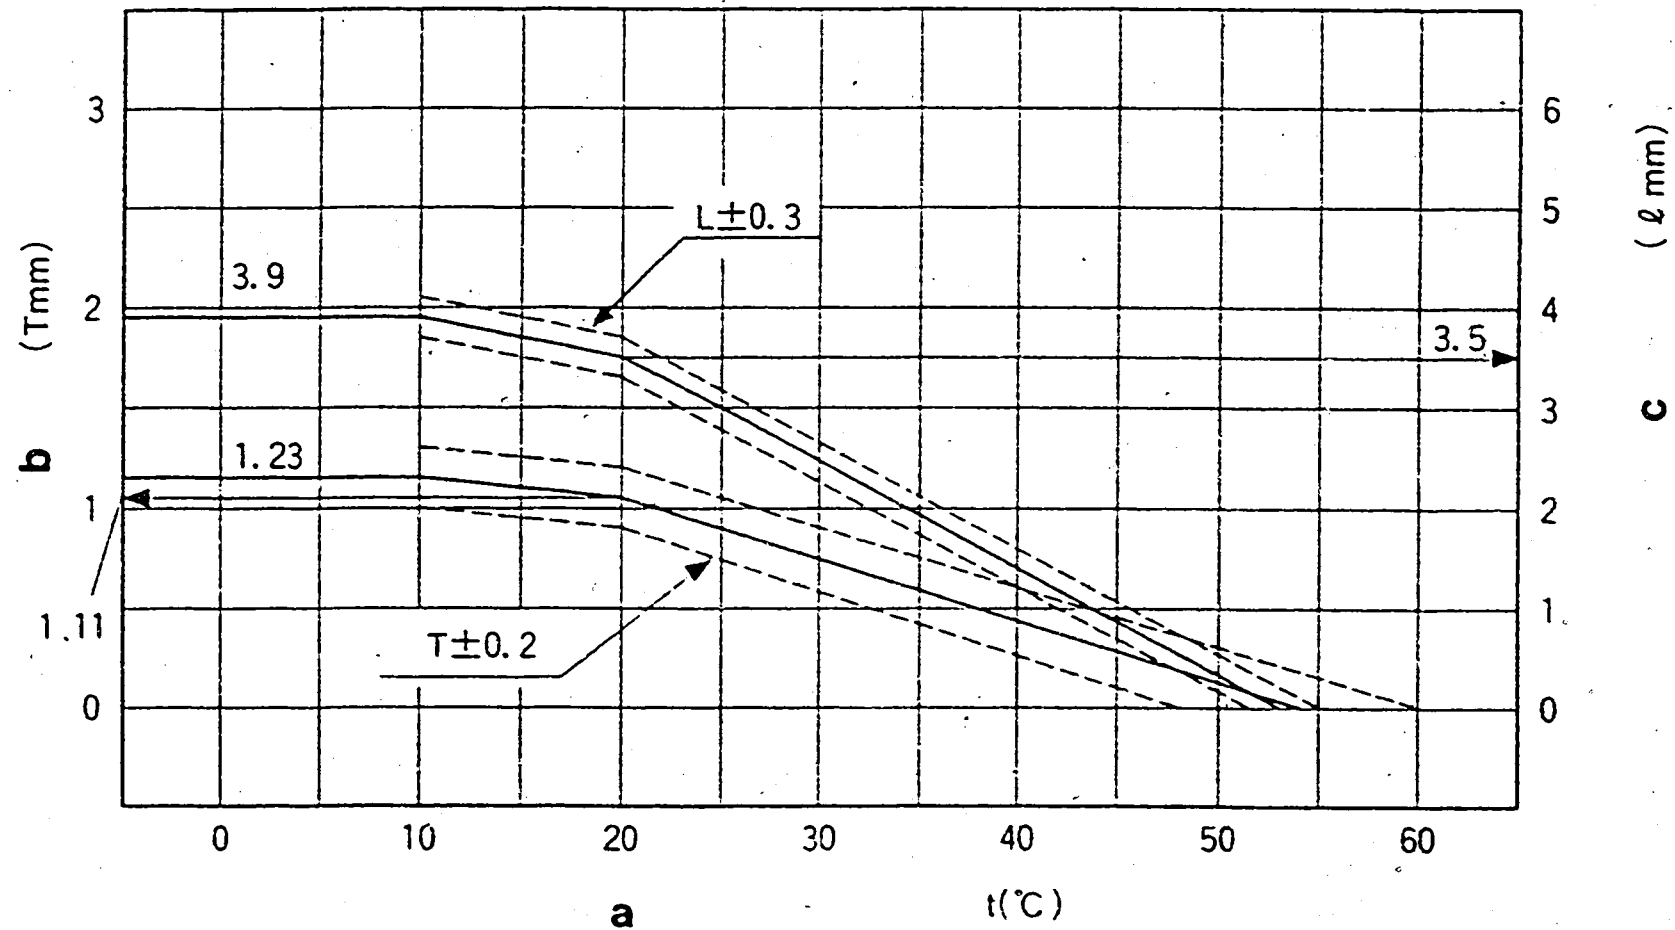

Bild 32
- 1) Verstellerweg aus Bild 32 für die Lufttemperatur bei der Einstellung ermitteln.
- 2) Verstellerweg-Einstellschraube so einstellen, daß der Verstellerweg dem im Diagramm (Bild 32) ermittelten Wert entspricht.
- 1) Dicke $l \pm 0,05$ mm des erforderlichen Parallelendmaßes (Bild 32) entsprechend der Lufttemperatur bei der Einstellung entnehmen.